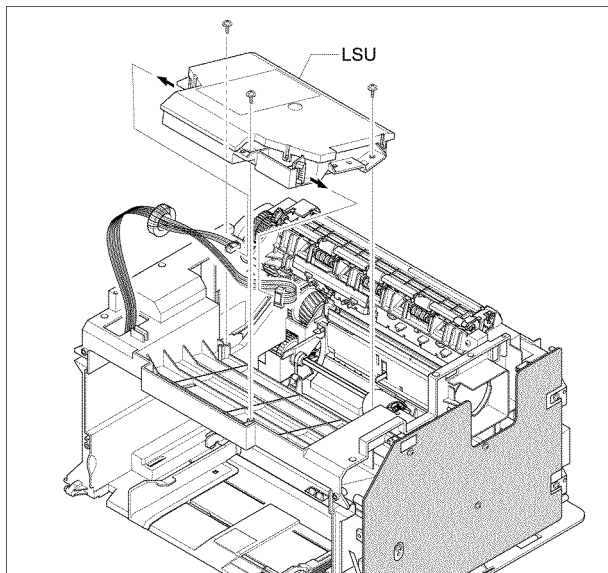

Рисунок 1
2. Выкрутите 3 винта, затем поднимите LSU и отсоедините все жгуты проводов. Снимите LSU, рисунок 1.